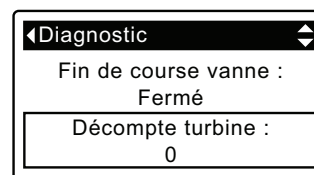

FIG. 86
2. Appuyez sur le bouton BAS (▼) pour faire défiler les options du menu et mettre en évidence **Décompte turbine** (cf. Figure 86).